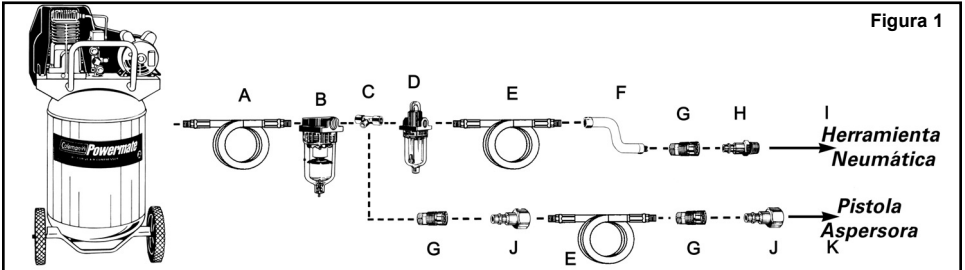

Figura 1
- Conecte la herramienta al acoplador rápido de la manguera de aire. **NOTA: Se recomienda utilizar una manguera de conexión flexible con un cabezal gatorito (P012-0079SP - no incluida) para evitar que la manguera de aire se doble, enrosque o gaste demasiado (ver ítem "F" en la figura 1 para las conexiones recomendadas).**
Para conservar el funcionamiento óptimo de la herramienta neumática, debe ser lubricada cada vez que se utiliza. Las partículas, el polvo, el óxido y los residuos de aceite se acumulan dentro de la herramienta y reducen su desempeño. Se recomienda utilizar un engrasador en línea para una lubricación automática adecuada de la herramienta (ver Figura 1). Si no dispone de un engrasador en línea, puede lubricar la herramienta de forma manual a través del orificio de entrada (ver Figura 4).